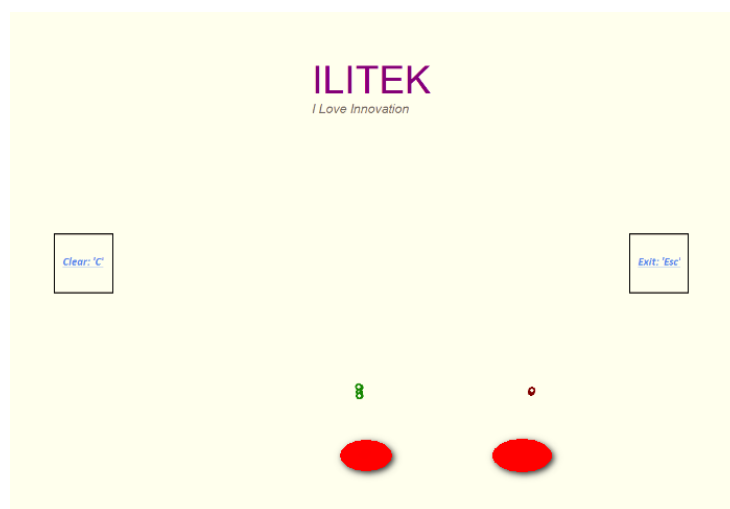

Figure 5-11: 開啟防重壓觸摸屏形變亂報點功能視窗示意圖
- ◆ 圖 Figure 5-11 為開啟分離劃線功能示意圖